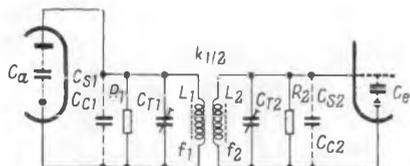

Bild 1. Zweiseitig bedämpftes Bandfilter;  $Q_1 = Q_2 = Q$
Bild 1 zeigt die im Bandfilter wirksamen Kapazitäten.
a) mit Dämpfungswiderständen auf der Primär- und Sekundärseite. Bei ihnen wird in beiden Kreisen mit gleicher Güte gerechnet (Bild 1),
Vergleicht man beide Arten mit dem Einzelkreis und setzt man diesen in der Spannungsverstärkung gleich 1, dann ergibt die Schaltung nach Bild 1 den 1,4fachen und die nach Bild 2 den 2fachen Spannungsgewinn je Stufe.
Die Bilder 3 und 4 enthalten die Diagramme zum Dimensionieren der Schaltungen nach Bild 1 und 2. Der Rechengang ist für beide gleich. Man bestimmt zuerst den Quotienten aus Bandbreite  $B$  und Mittenfrequenz  $f_0$ . Wir nennen diesen Wert  $Y$ , weil er als Skala an der Y-Achse abgetragen ist.